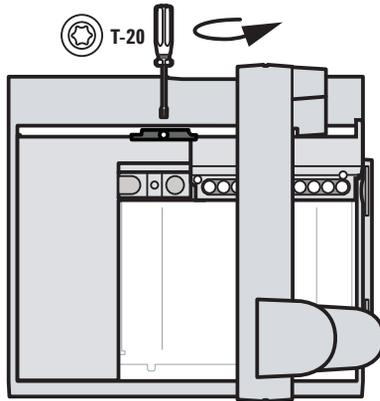

Abb. 8 Entfernen der T-20-Schraube aus der Transportklammer
- 5 Entfernen Sie die T-20-Schraube mit einem T-20-Torx-Schraubendreher aus der Transportklammer (Abb. 8).